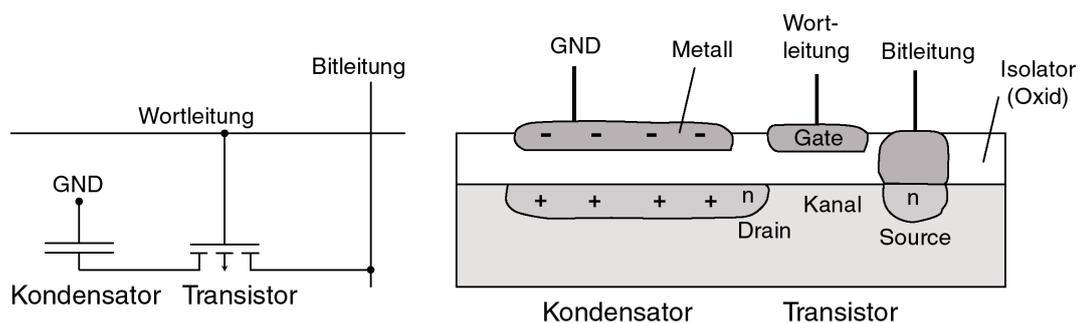

Figure 11.10: Die Zelle eines DRAM besteht aus einem Kondensator und einem Tortransistor. Links Schaltbild, rechts Schichtenaufbau.
- Die DRAM-Speicherzelle besteht daher im Wesentlichen aus einem Kondensator, der über einen Tortransistor (Auswahltransistor) mit der Bitleitung verbunden ist (1T1C-Aufbau) (Abb. 11.10).